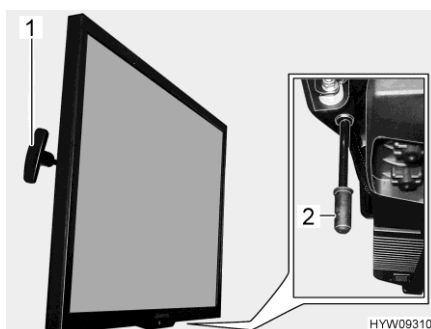

Fig. 63 Schermo piatto (scorrevole)
- Tirare la maniglia (Fig. 63,1) e tenerla in posizione. Lo schermo piatto è sbloccato.
- Tirare la maniglia (Fig. 63,2) verso il basso e tenerla in posizione. Lo schermo piatto è sbloccato.